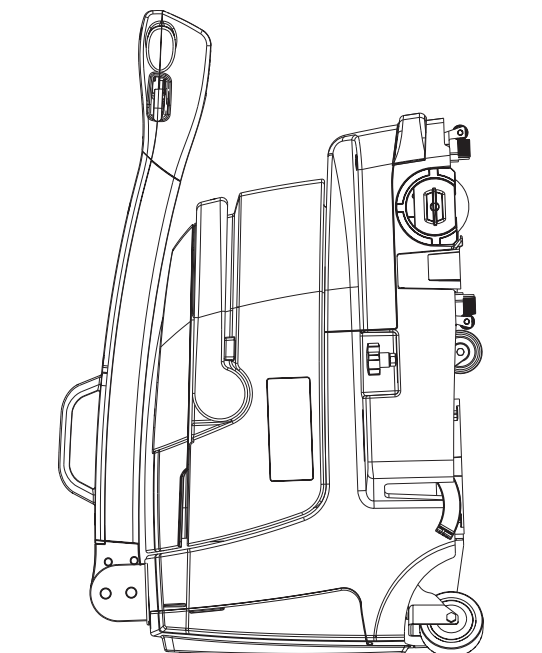

Figura 7
1. Pare e desligue a máquina e, de seguida, levante o grupo da escova/limpadores com o pedal (10).
2. Esvazie os reservatórios (13).
3. Estacione a máquina como representado na figura 7; para baixar o guiador (1), pressione a alavanca (8).